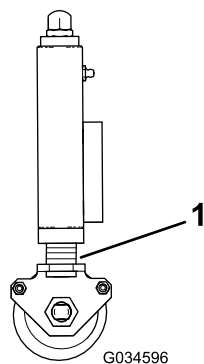

Figure 28
2. Veillez à régler toutes les unités de coupe à la même hauteur en vous aidant des anneaux indicateurs (Figure 28).